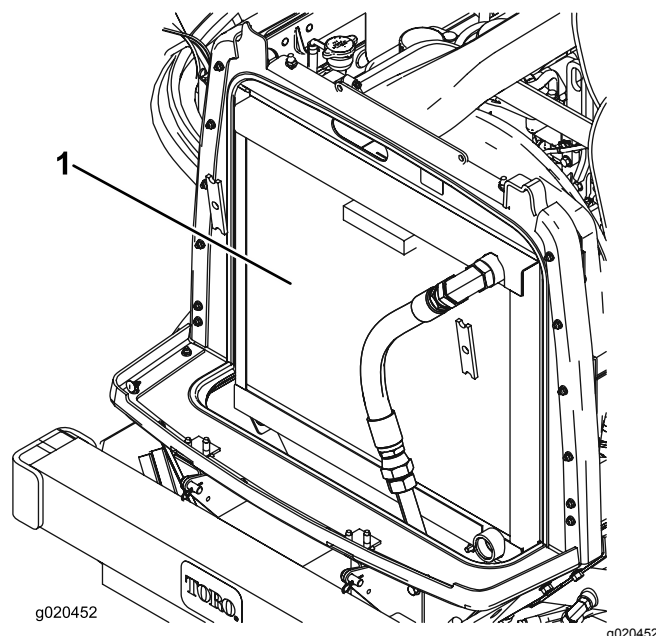

Figura 74
3. Pulite accuratamente entrambi i lati dell'area del refrigeratore dell'olio e del radiatore utilizzando aria compressa (Figura 74).